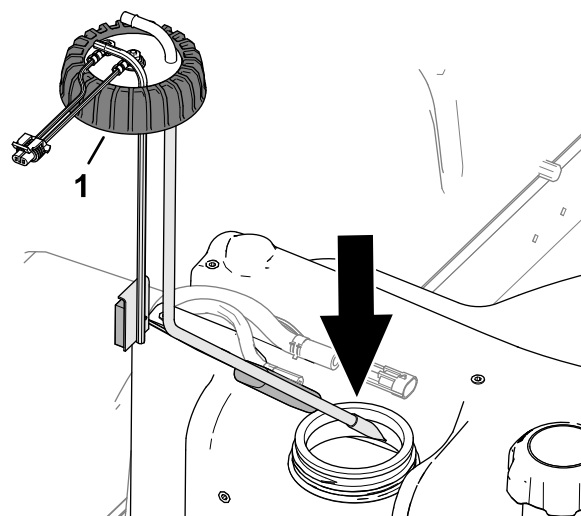

Figura 90
2. Coloque cuidadosamente el tubo de aspiración de combustible y el flotador en el depósito de combustible (Figura 90).